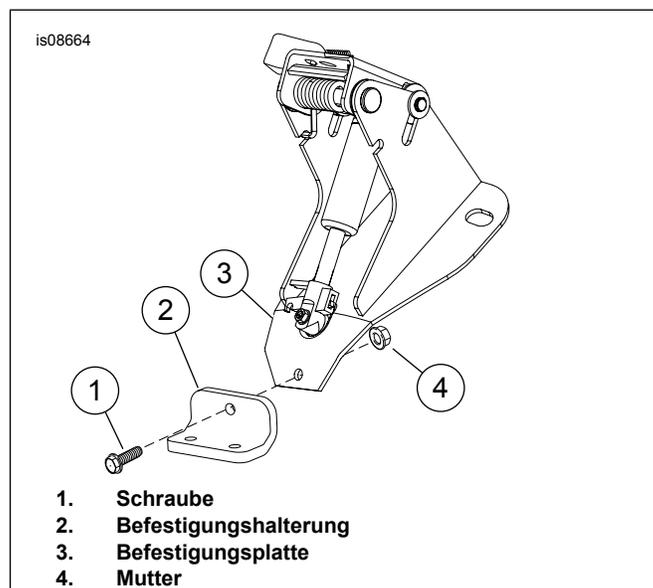

Abbildung 5. Halterung anbringen
3. Siehe Abbildung 5 >. Die Befestigungshalterung (2) an der Befestigungsplatte (3) befestigen.
4. Schraube (1) und Mutter (4) wie gezeigt anbringen. Befestigungsteile locker lassen.